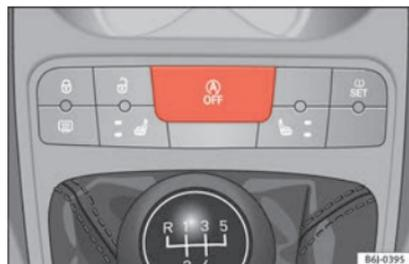

Abb. 141 Ansicht des Tasters für den Start-Stopp-Betrieb
- Taste **()** » **Abb. 141** in der Mittelkonsole drücken. Nach dem Ausschalten des Start-Stopp-Betriebs leuchtet die Kontrollleuchte auf.
- Taste **()** » **Abb. 141** in der Mittelkonsole drücken. Die Kontrollleuchte erlischt.